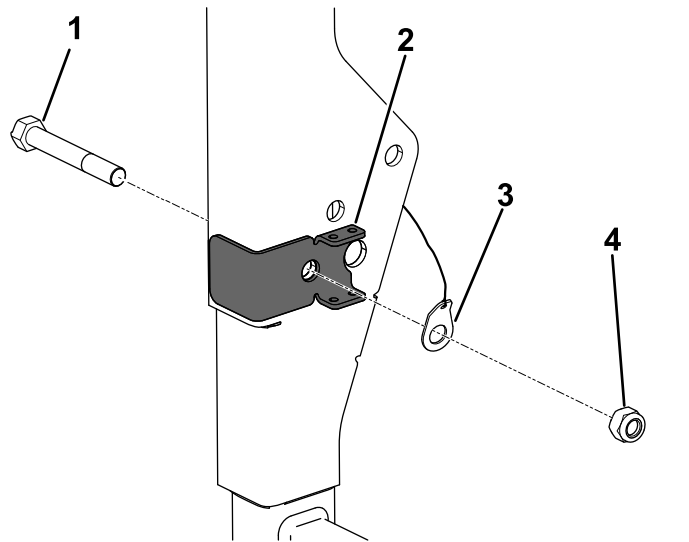

Figura 9
3. Alinee el taladro en el soporte del ROPS con el taladro en el ROPS e instale el perno nuevo (Figura 9).